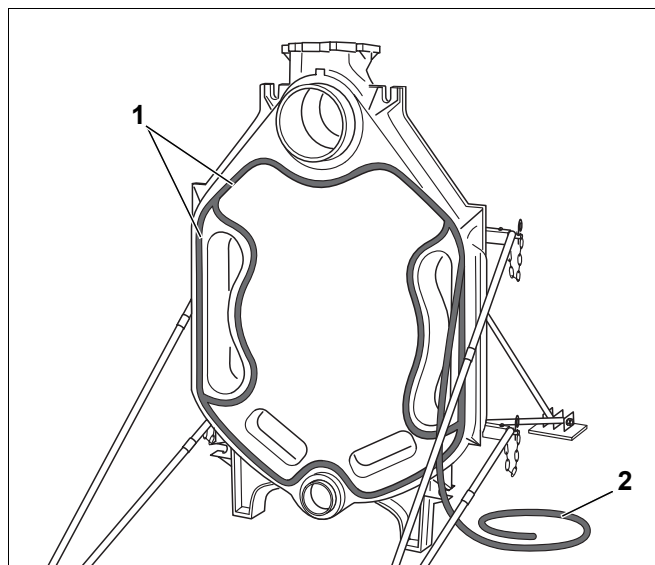

Fig. 16 Inserimento del cordone ermetizzante (cordone KM)
- Applicare il cordone ermetizzante (cordone KM: fig. 16, [2]) nella scanalatura di tenuta (fig. 16, [1]) sulla parte anteriore dell'elemento posteriore, iniziando dal settore del mozzo superiore e premendo leggermente. Sovrapporre ai giunti il cordone ermetizzante per 2 cm e premerli bene l'uno sull'altro.